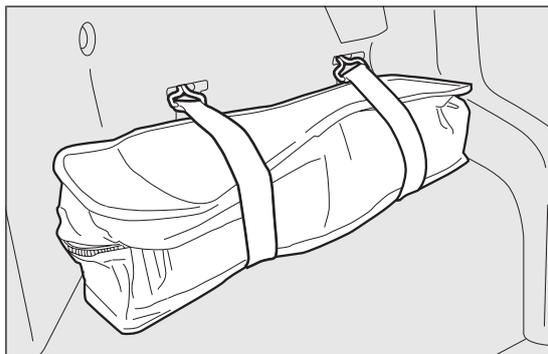

fig. 124
- aprire il portellone bagagliaio, prelevare la borsa attrezzi fig. 124 ubicata sul lato sinistro del bagagliaio sganciando gli elastici di trattenimento e portarla accanto alla ruota da sostituire;